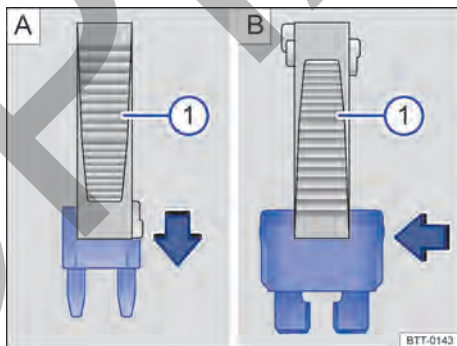

Fig. 161 Quitar o instalar un fusible con la garra de la pinza de plástico ①.
- De ser necesario, retirar la pinza de plástico → fig. 161 ① de la cubierta de la caja de fusibles.
- En caso de *fusibles pequeños*, encajar la garra ① por encima → fig. 161 A.
- En caso de *fusibles mayores*, empujar la garra ① lateralmente sobre el fusible → fig. 161 B.
- Si el fusible está quemado, sustituir el fusible por uno nuevo de la *misma* intensidad de corriente (mismo color e inscripción) y del *mismo* tamaño → ①.